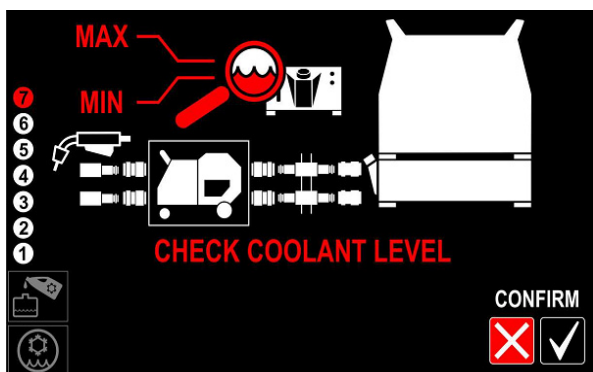

Figura 20
- Compruebe el nivel de refrigerante y, si es necesario, añada refrigerante hasta alcanzar un nivel intermedio entre las marcas de nivel mínimo y máximo de la etiqueta de la parte frontal del refrigerador **COOL ARC® 60** (Figura 20 o 28).